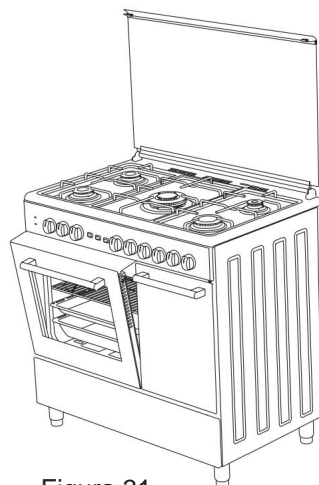

Figura 31
4. I després assegureu-vos el panell de seguretat entre el forn i la coberta frontal tancant suaument la coberta. (figura 31)